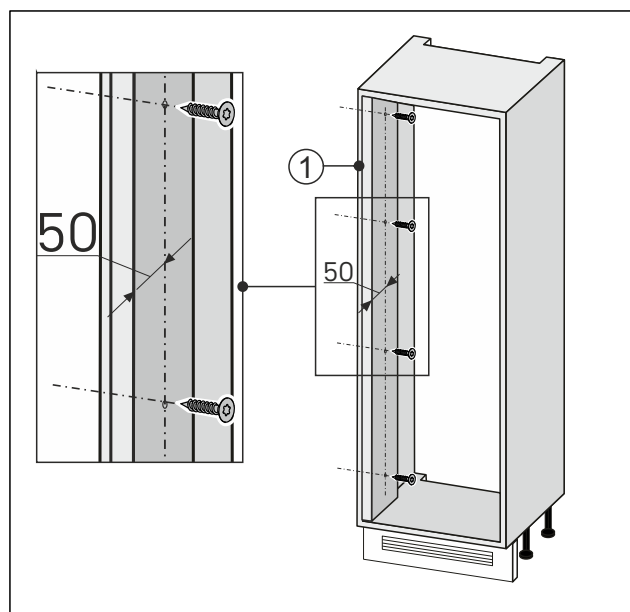

Fig. 88
- Pričvrstite zidnu ispunu vijcima na udubinu za namještaj na strani otvaranja vrata Fig. 88 (1).